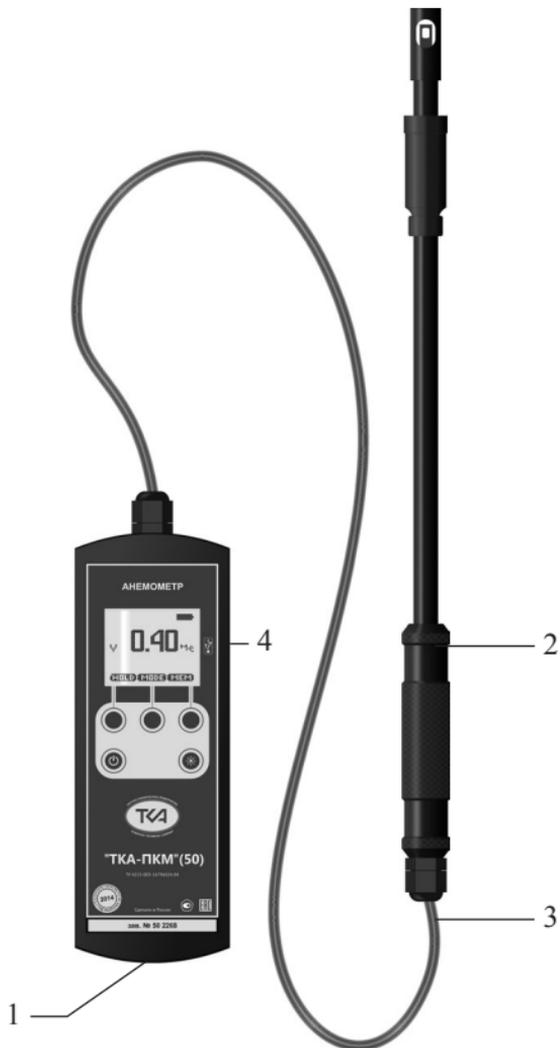

Рис.1 – Внешний вид прибора “ТКА-ПКМ”(50)
5.1 Конструктивно прибор выполнен в виде двух функциональных блоков: блока обработки сигналов (1, Рис.1) и измерительной головки (2, Рис.1), соединённых между собой кабелем связи (3, Рис.1).